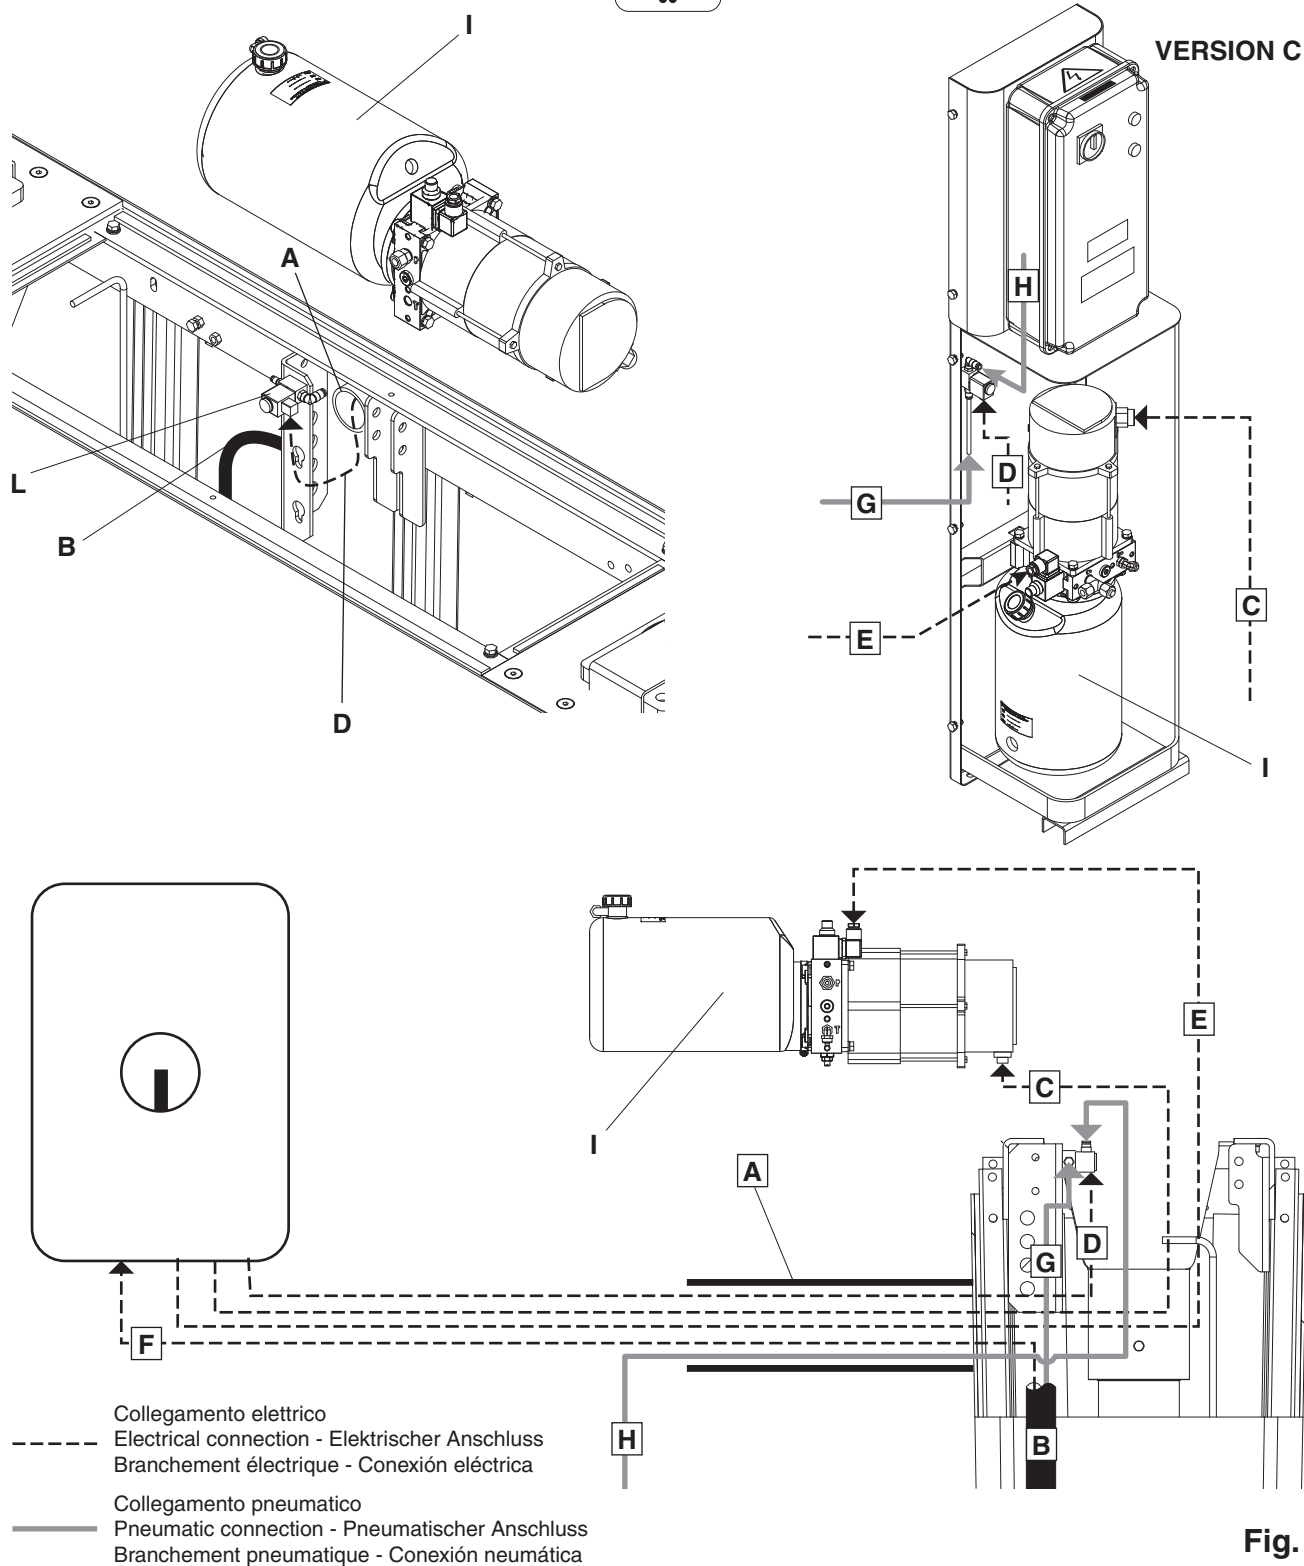

Fig. 21
- Collegare elettricamente la centralina idraulica (**I**) (**vedi tabella**) (si consiglia di effettuarlo con la centralina appoggiata a fianco dello scavo) **fig. 21**.
- Connect the hydraulic control unit (**I**) to power supply (**see table**) (it is recommended to do this with the control unit next to the excavation) **fig. 21**.
- Die hydraulische Steuereinheit (**I**) elektrisch verbinden (**siehe Tabelle**) (dabei wird empfohlen, die Steuereinheit seitlich neben der Grube abzulegen) **Abb. 21**.
- Brancher électriquement le boîtier hydraulique (**I**) (**voir tableau**) (on conseille de le faire avec le boîtier placé à côté de la tranchée) **fig. 21**.
- Conectar eléctricamente la central hidráulica (**I**) (**ver tabla**) (se recomienda realizarlo con la central apoyada al lado de la ranura) **fig. 21**.